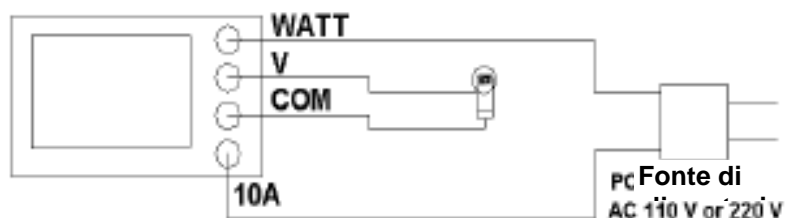

Fig. 2
Collegare i cavi di prova ai terminali come illustrato nella Fig. 2.
- 6) * Collegare il "CARICO" ai morsetti 3 - 17, 3 - 18 (vedi fig. 2).
* Collegare la "FONTE DI ALIMENTAZIONE" ai morsetti 3-16, 3 - 19 (vedi Fig. 2).
Presse d'ingresso "V" (3 - 17, fig. 2) e presa d'ingresso "COM" (3-18, fig. 2)
Collegamento dell'uscita di corrente del trasformatore alla presa d'ingresso "10 A" (3 - 19, fig. 2) e alla presa d'ingresso "COM" (3 - 18, fig. 2).
Presse d'ingresso "V" (3 - 17, fig. 2) e presa d'ingresso "COM" (3 - 18, fig. 2)
Collegamento dell'alimentatore a pinza (1 mV AC per 1 ACA), alle prese "Ingresso corrente a pinza" (3 - 20, fig. 2).